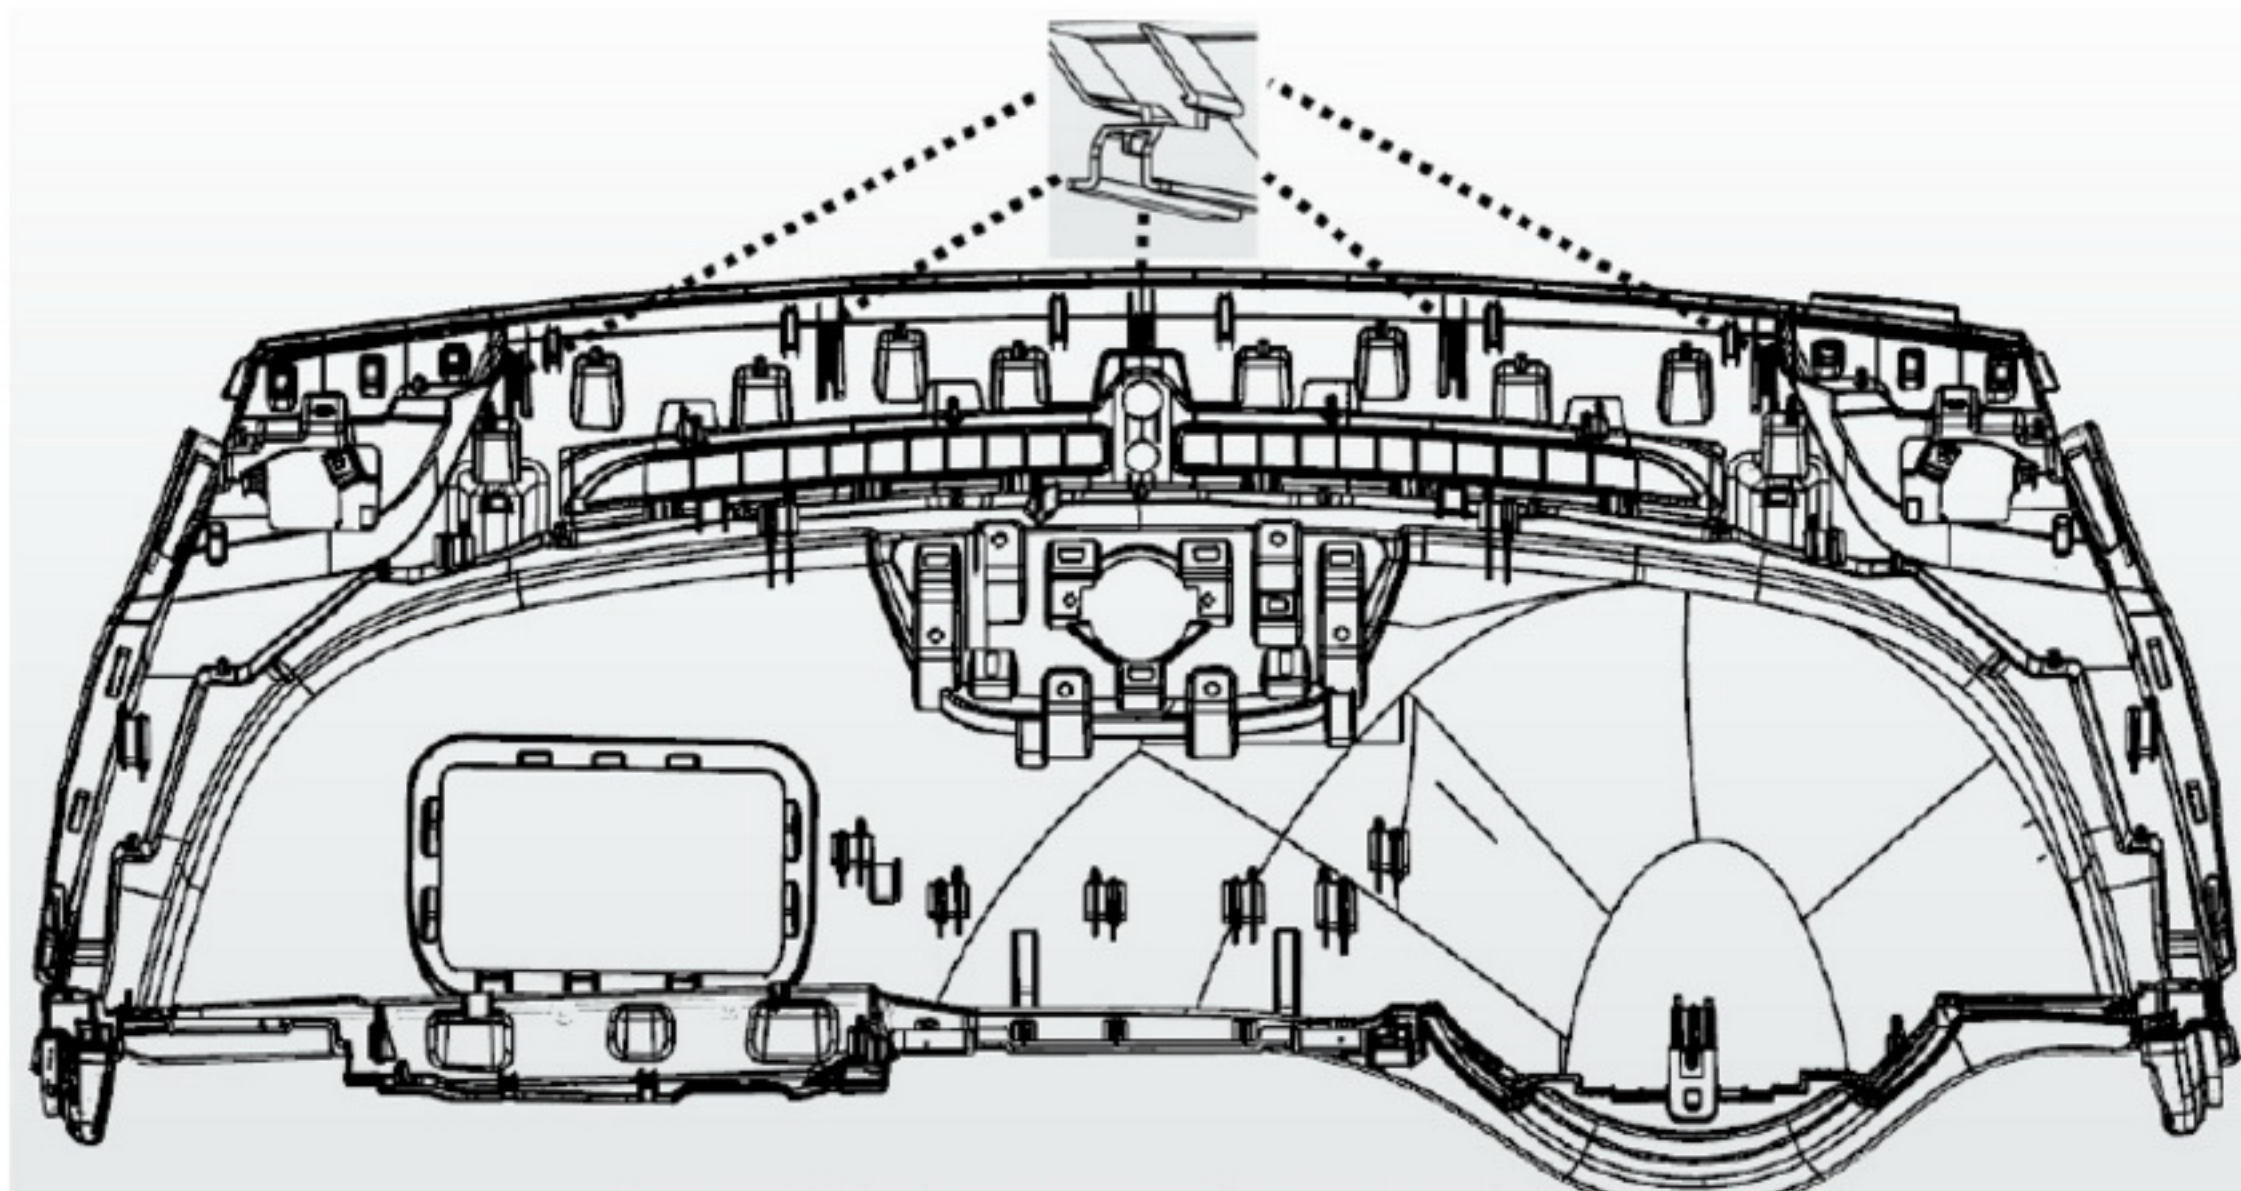

图1-29仪表板上本体前端背面卡脚示意
(1) 上本体水平放置移动至管梁总成上方;
(2) 将仪表板上本体前端背面的 5 个卡脚 (图 1-29) 卡入前围板金;